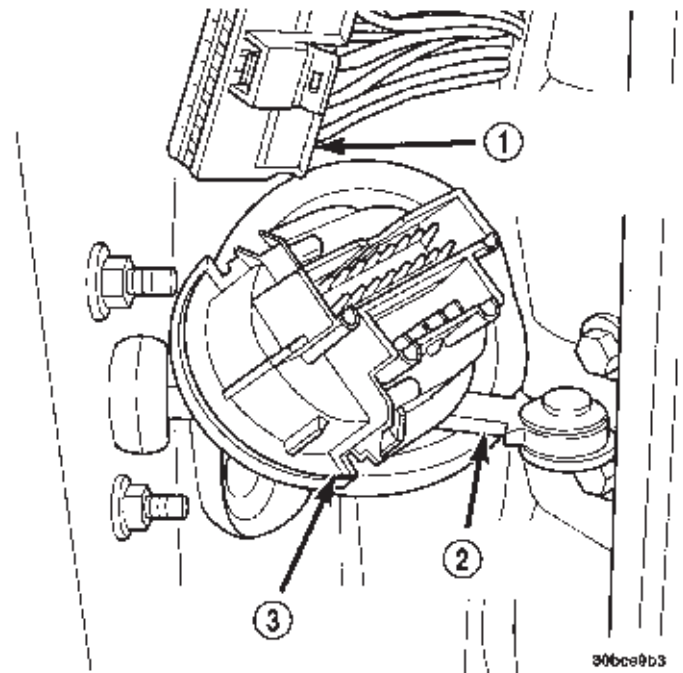

Fig. 10 Conector del arnés de puerta del poste A
- (7) Desmonte la columna de dirección. Refiérase al grupo 19 Dirección, Desmontaje e instalación de la columna de la dirección.
- (8) Quite las cubiertas de los extremos derecho e izquierdo del tablero de instrumentos.
- (9) Quite los tableros laterales izquierdo y derecho de coraza.
- (10) Quite la consola central. Refiérase al grupo 23 Carrocería, Desmontaje e instalación de la consola central.
- (11) Presione los lados del conector de diagnóstico (DLC) y quítelo del refuerzo del tablero de instrumentos.
- (12) Quite cuatro tornillos de retención del tablero de instrumentos a la mampara.
- (13) Quite los dos tornillos en la parte superior de la ménsula del soporte del pedal del freno..
- (14) Quite dos tornillos de montaje del soporte central.
- (15) Quite los tornillos izquierdos y derechos de montaje del poste A, dos en cada lado.
- (16) Desconecte el conector de la antena en el lado derecho.
- (17) Quite los conectores izquierdo y derecho del arnés de puerta del poste A (Fig. 10).